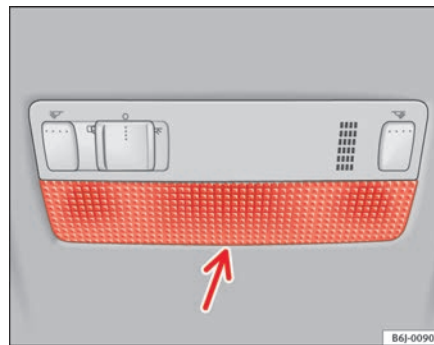

Fig. 159 Spot dianteiro de leitura
- Introduza uma chave de fendas fina, com a parte plana, entre a carcaça e o vidro ⇒ fig. 159.